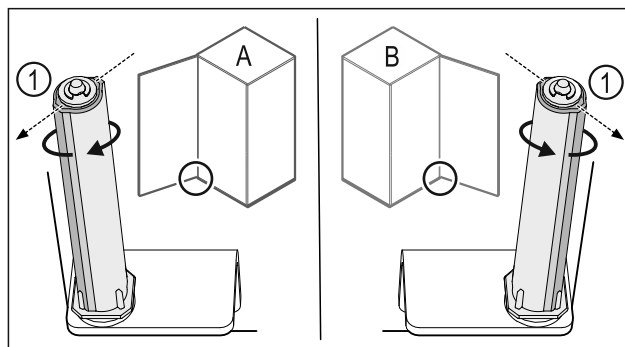

Fig. 30 Butée à gauche (A) / butée à droite (B)
- Tourner le système de fermeture contre la résistance jusqu'à ce que son arête Fig. 30 (1) pointe vers l'extérieur.